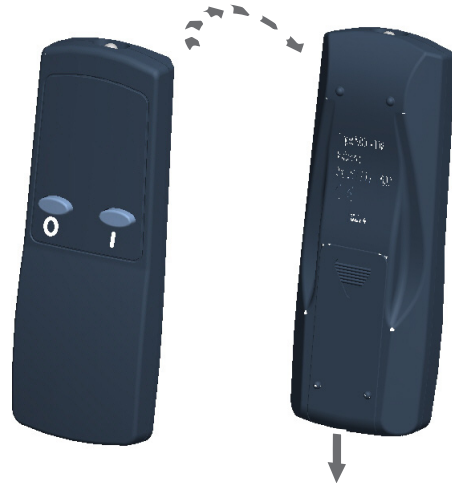

Fig.7
Op het bedieningspaneel dient schakelaar A (zie Afb.2) op de 'AAN' (I)-stand te staan om de afstandsbediening te kunnen gebruiken. De afstandsbediening is voorzien van 2 toetsen. (Zie Afb.7)
1. Schuif het batterijklepje op de achterkant van de afstandsbediening open. (Zie Afb.7)